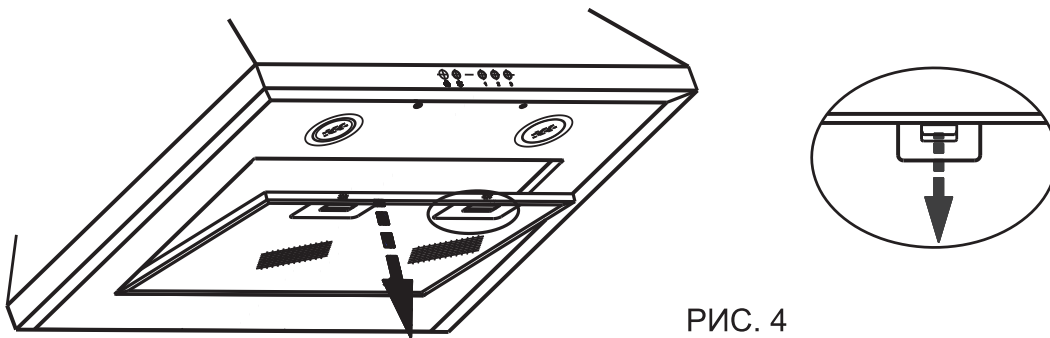

РИС. 4
- перед установкой зонта снимите алюминиевый фильтр, для этого нажмите на пружинный замок на фильтре и потяните его вниз и на себя (рис. 4);
8.3 Для очистки алюминиевого фильтра извлеките его из зонта (рис. 4) и произведите его очистку с помощью щетки горячим водным раствором нейтрального средства вручную или в посудомоечной машине (при 60°C). Сильно загрязненный фильтр не следует мыть в посудомоечной машине вместе с посудой.
- снимите алюминиевый фильтр (рис. 4);